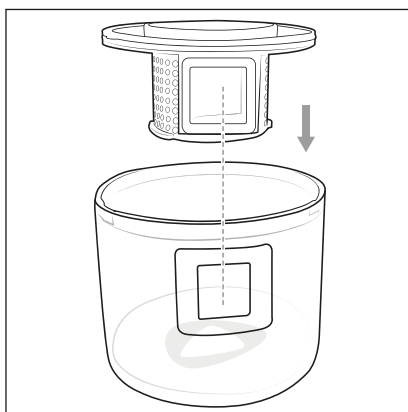

Fig. 7
- 6) Sæt støvfilteret **6** ind i støvbeholderen **4** igen. Sørg for, at åbningerne på siden af støvbeholderen **4** og støvfilteret **6** sidder over hinanden (fig. 7).